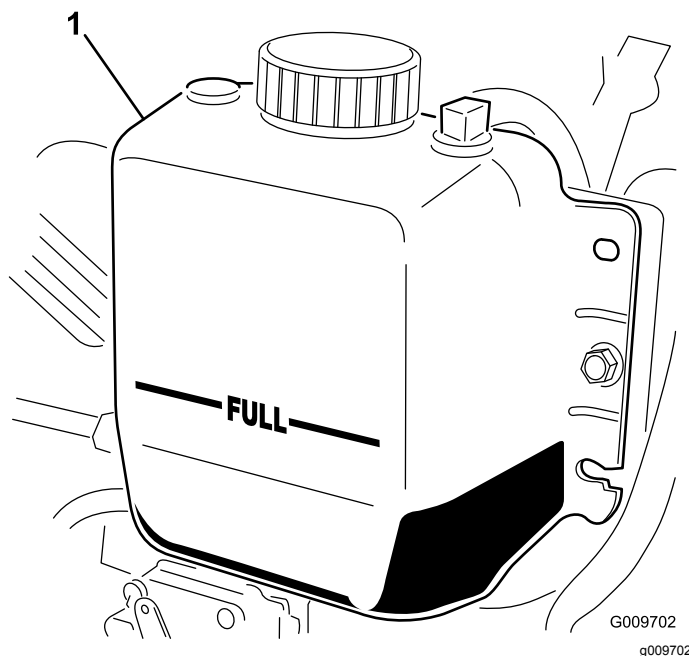

Bild 74
2. Prüfen Sie den Kühlmittelstand im Kühler. Der Kühler sollte bis zur Oberseite des Einfüllstutzens und das Ausdehnungsgefäß bis zur VOLL-Markierung gefüllt sein (Bild 74).